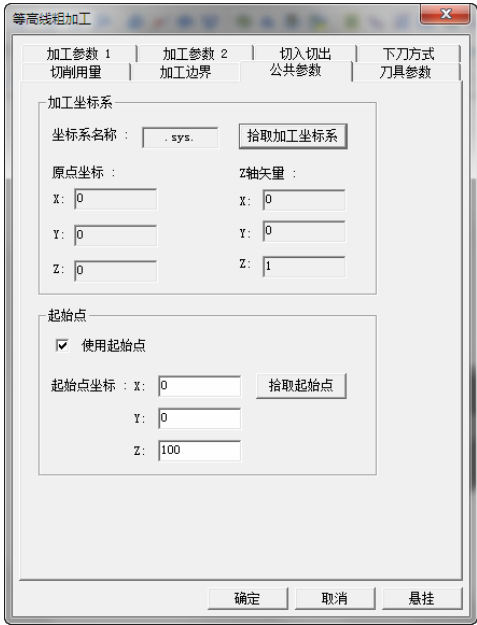

图 8-168 “公共参数”选项卡
7) 单击“公共参数”选项卡,勾选“使用起始点”,具体“起始点坐标”参数数值如图 8-168 所示。